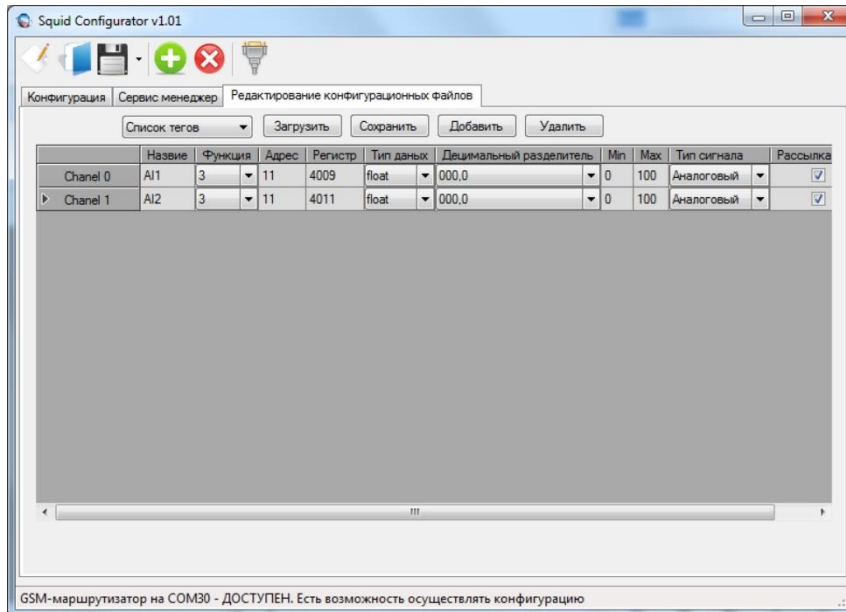

Рисунок 7.5.2 - Приклад конфігураційного налаштування файлу архівування
2. У комбобоксі вибрати "Список тегів" (див. рисунок 7.5.2).